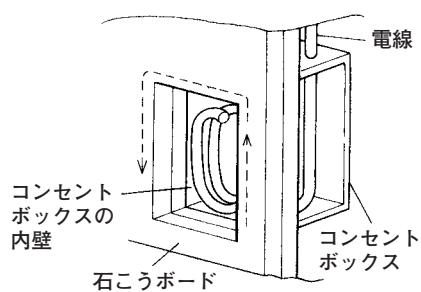

図 12
- (4) 図12のように石こうボードの背面にコンセントボックスが設置されてある場合、窓抜きブレードの先端をコンセントボックスの内壁に当てがいながら、これを案内として沿うように切断します。また角部では直角に回して切断します。